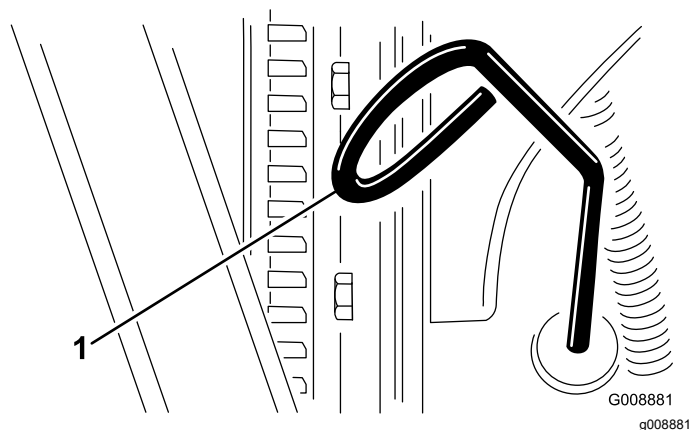

Figure 55
3. Sortez la jauge, essuyez-la sur un chiffon propre, replacez-la dans le goulot de remplissage, puis ressortez-la. Le niveau d'huile doit se situer entre les repères MINIMUM et MAXIMUM (Figure 55).
4. Si le niveau d'huile est trop bas, retirez le bouchon de remplissage et faites l'appoint d'huile jusqu'à ce que le niveau se situe entre les repères MINIMUM et MAXIMUM (Figure 55).